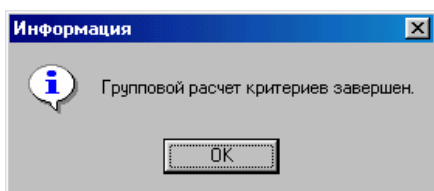

Рисунок 1.74.
5. По окончании расчета критериев на экране открывается сообщение (рис.1.74.).